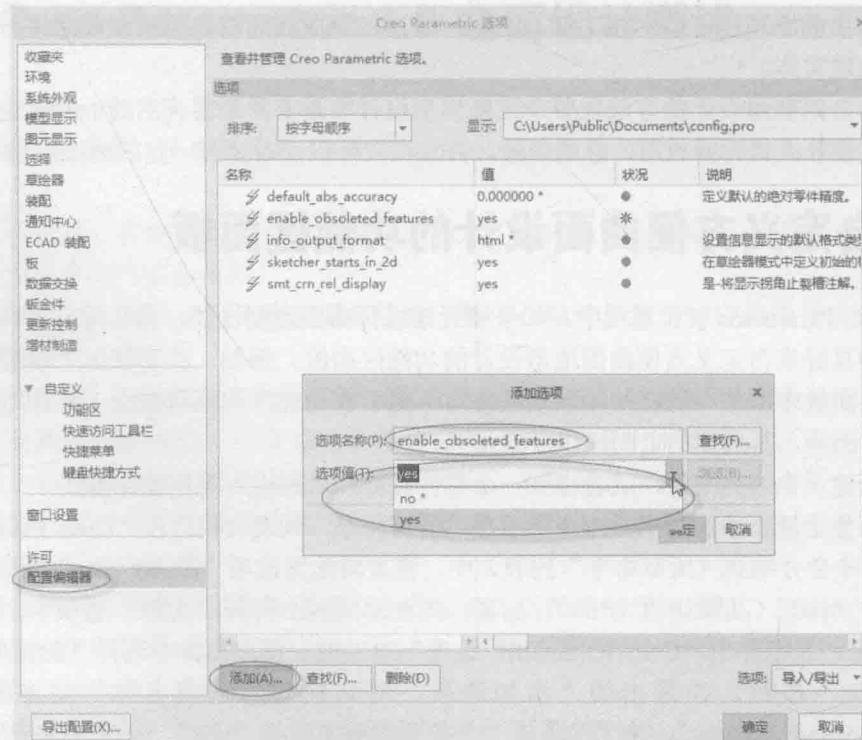

图 1-2 利用“Creo Parametric 选项”对话框等设置配置选项的值
- ① 新建一个零件文件，或者打开一个零件文件，从而进入零件设计模式。
- ② 要使上述要添加的工具命令显示在“所有命令”列表（稍后在“Creo Parametric 选项”对话框中会介绍到“所有命令”列表）中，需要将配置选项“enable_obsoleted_features”的值设置为“yes”（其默认值为*no）。这里，先在功能区上打开“文件”选项卡，接着选择“选项”命令，系统弹出“Creo Parametric 选项”对话框，在左窗格中选择“配置编辑器”，单击“添加”按钮，在弹出的“添加选项”对话框的“选项名称”文本框中输入“enable_obsoleted_features”，从“选项值”下拉列表框中选择“yes”，如图 1-2 所示，然后单击“添加选项”对话框中的“确定”按钮，再单击“Creo Parametric 选项”对话框中的“确定”按钮，并确定要将这些设置保存到配置文件。